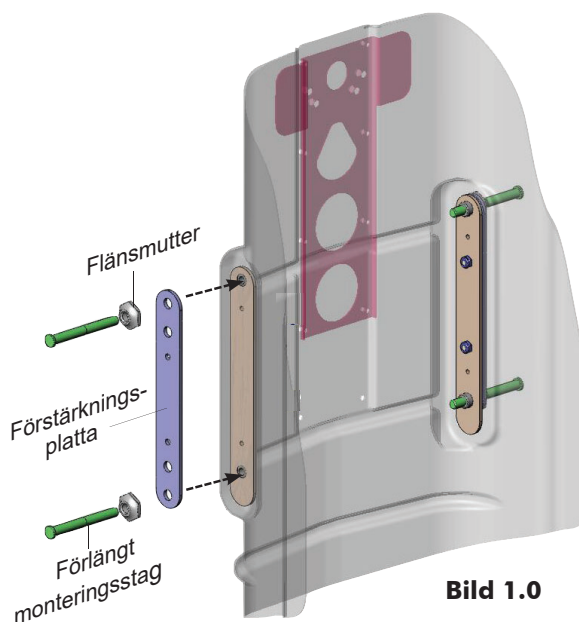

Bild 1.0
3. Börja på ena sidan av bakstycket och placera/rikta in förstärkningsplattan på utsidan av bakstycket, enligt **bild 1.0**. Montera de nya **förlängda monteringsstiften** (med de ursprungliga flänsmuttrarna) för att hålla plattan på plats.